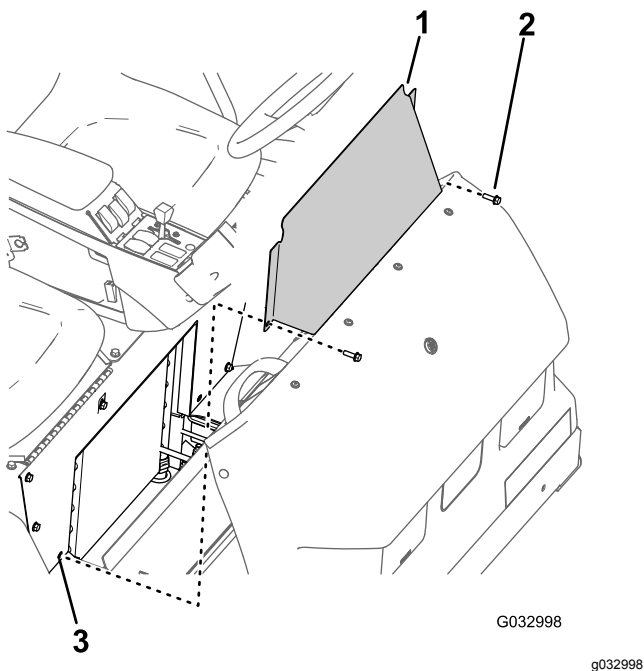

图 60
1. 拆下将座椅底座检修门固定至座椅底座的 2 个凸缘头螺栓 图 60。
2. 从机器上卸下座椅底座检修门 图 60。
1. 将座椅底座检修门上的孔与座椅底座上的孔对齐 图 60。
2. 使用 卸下座椅底座检修门 (页码 42) 的步骤 1 中拆下的 2 个凸缘头螺栓 图 60 将座椅底座检修门组装到座椅底座上。